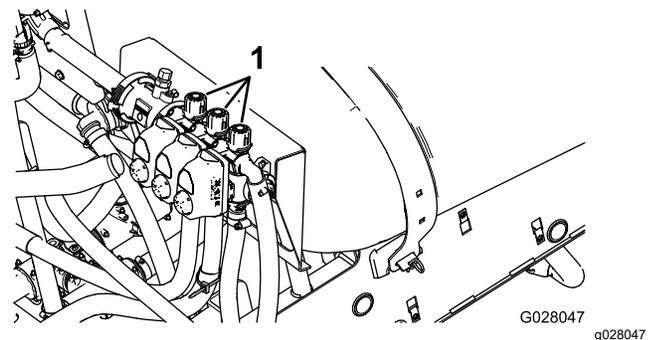

Figura 22
2. Desactive la sección izquierda y ajuste el mando de desvío de la sección (Figura 22) hasta que la presión marcada coincida con el valor previamente ajustado (típicamente 2.75 bar / 40 psi).
4. Ajuste el mando de desvío de la sección derecha (Figura 22) hasta que la presión marcada coincida con el valor previamente ajustado (típicamente 2.75 bar / 40 psi).
6. Ajuste el mando de desvío de la sección central (Figura 22) hasta que la presión marcada coincida con el valor previamente ajustado (típicamente 2.75 bar / 40 psi).